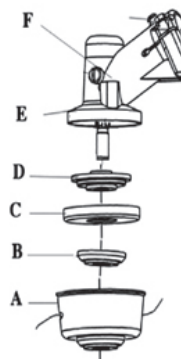

Рис.6
1. Совместите отверстие в ступице редуктора с отверстием вала (рис.6). Вставьте фиксирующий стержень в отверстие ступицы. Наденьте внутренний прижим.